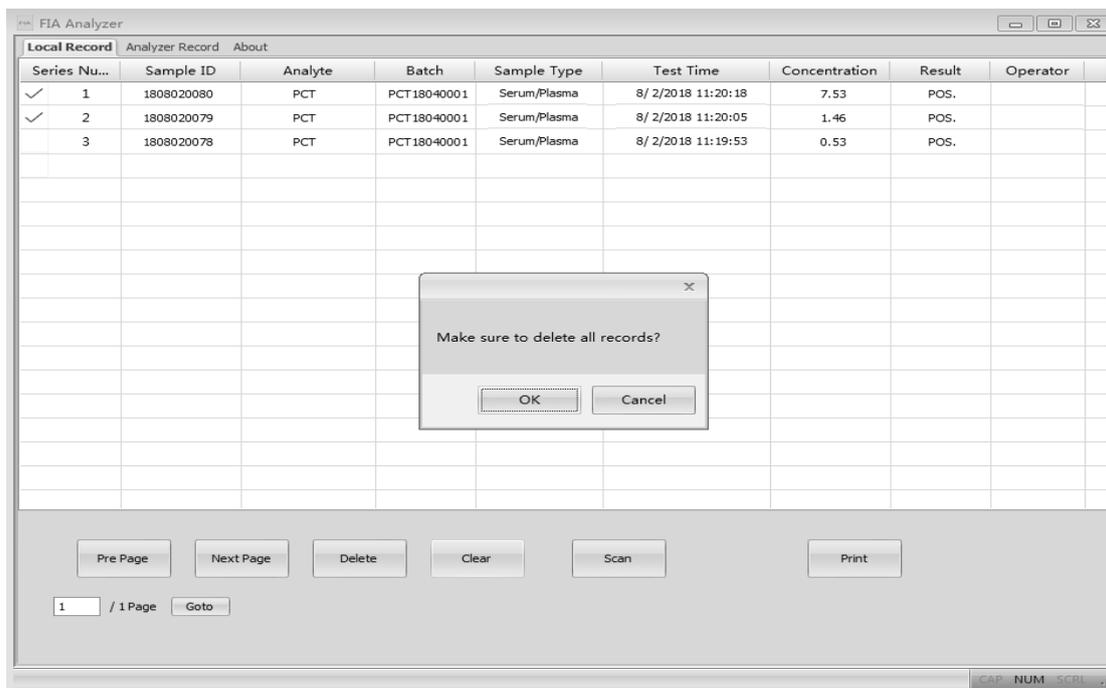

Fig. 42
- "**Clear**" : cliquer sur "**Clear**" pour effacer tous les enregistrements du système. (Voir Fig. 42) Un message s'affiche pour confirmer l'opération. Cliquer sur "**OK**" entraîne la suppression de toutes les données.